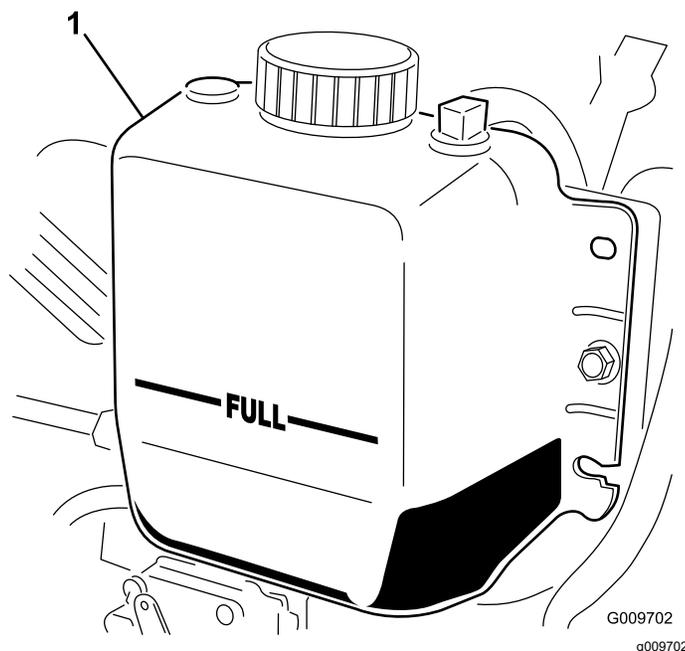

Figura 112
**Nota:** Il radiatore deve essere riempito fino alla parte superiore del collo del bocchettone ed il serbatoio di espansione fino al segno di pieno (Figura 112).